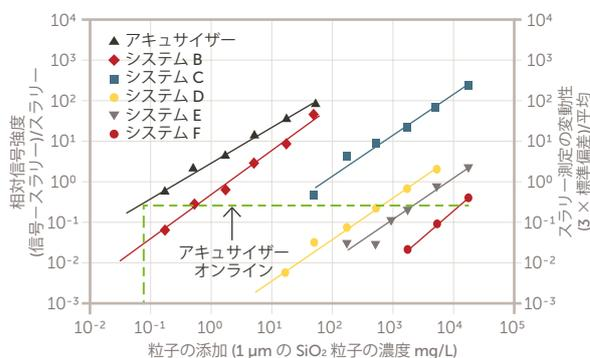

図 5:  $\text{SiO}_2$  粒子検出試験
マイクロエレクトロニクス業界1 向けに公開している試験には、シリカの酸化膜 CMP スラリーに添加した 1  $\mu\text{m}$  の  $\text{SiO}_2$  粒子を検出する能力について、アキュサイザー SPOS と他の方法を比較したものがああります。報告されている検出限界値は、回折法による結果 (C) では 100 mg/mL であるのに対し、アキュサイザーでは 0.07 mg/mL となっており、1428 倍もの差があります (図 5)。